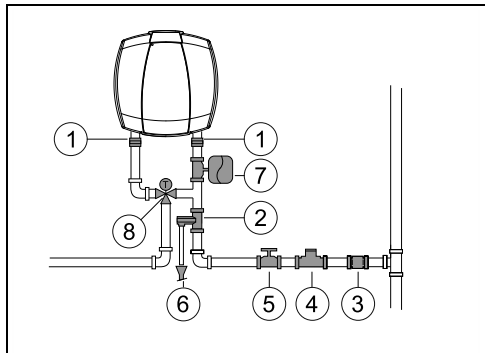

Fig. 9 Branșamentul de apă
- Montați supapa de siguranță la branșamentul de apă rece al boilerului (→ fig. 9 și 10).
- instalarea unei supape reductor de presiune (Fig. 9, 10, [4]). Supapa de preaplin se va activa atunci când presiunea apei din aparat depășește 8 bari (± 1 bar), motiv pentru care este necesară planificarea unui mod de scurgere a acestei apei.
- Instalați un vas de expansiune (Fig. 9, 10, [7]) pentru a opri deschiderea supapei de preaplin în mod frecvent. Volumul vasului de expansiune trebuie să fie echivalent cu 5% din volumul aparatului.